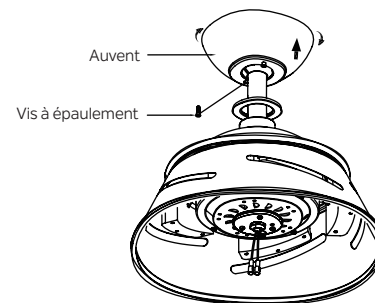

Fig. 16
Étape 2. Assemblez l'auvent en tournant la fente de la clé dans l'auvent sur la vis à épaulement dans le support de montage. Réinstallez la vis à épaulement précédemment retirée, puis resserrez fermement les deux vis à épaulement. (Fig.16)